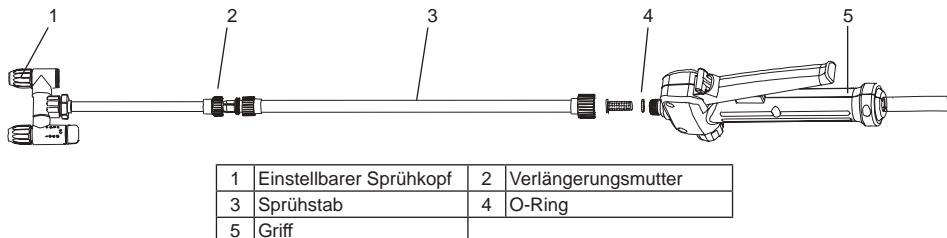

Abbildung 1
2. Bestätige, dass der O-Ring richtig angebracht wurde, fädel dann den Sprühstab auf den Griff und ziehe ihn anschließend fest an. Siehe Abbildung 1.